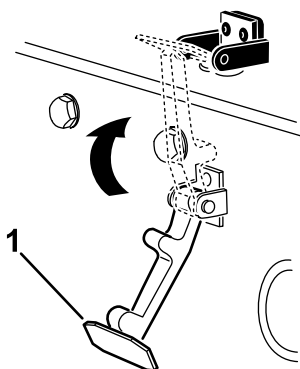

Figure 32
6. Accrochez le loquet du capot sur son support (Figure 32).